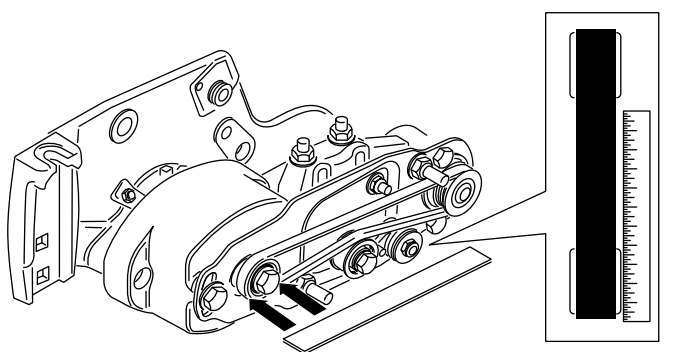

Figura 33
- Appoggiate un regolo sulla superficie esterna della puleggia **motrice** (Figura 33). **Non** appoggiate il regolo sulla puleggia motrice e la puleggia condotta.